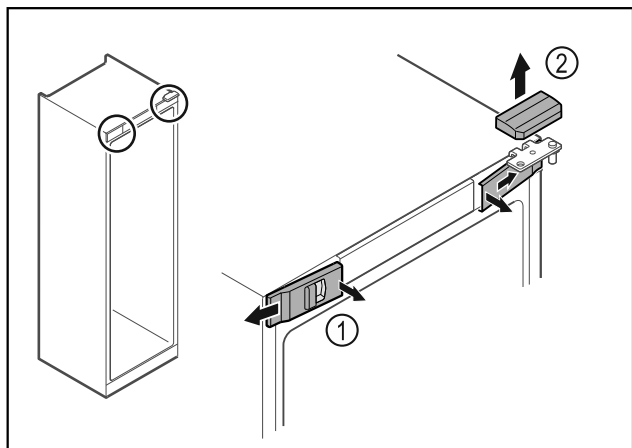

Fig. 9
- ▶ Deblocați apărătorile frontale din interior Fig. 9 (1) și detașați-le în lateral.
- ▶ Scoateți în sus Fig. 9 (2) apărătoarea.